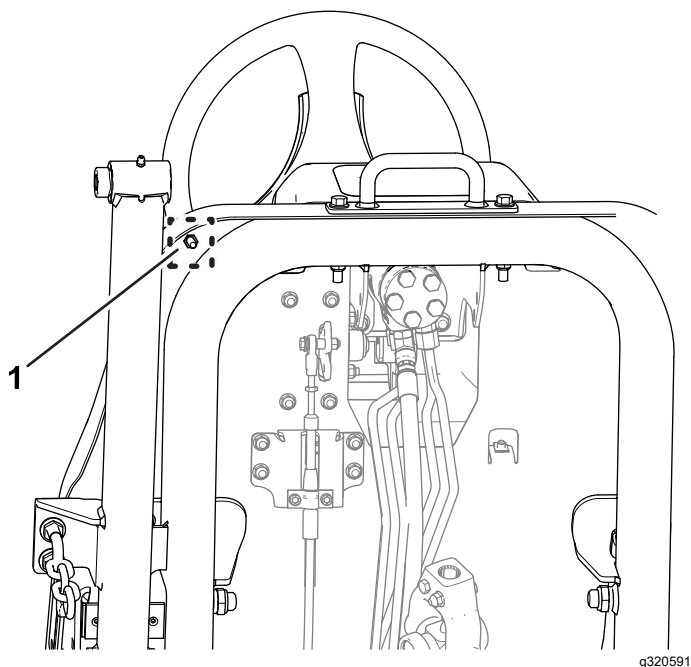

図 78
- B. フットレストプレートの底部についているジャムナットをゆるめる 図 78。
- F. ペダルストップを押さえた状態でフットレストプレート底部のジャムナット 図 77 と 図 78 を 37-45 N·m 3.7-4.6 kg·m = 27-33 ft-lb にトルク締めする。